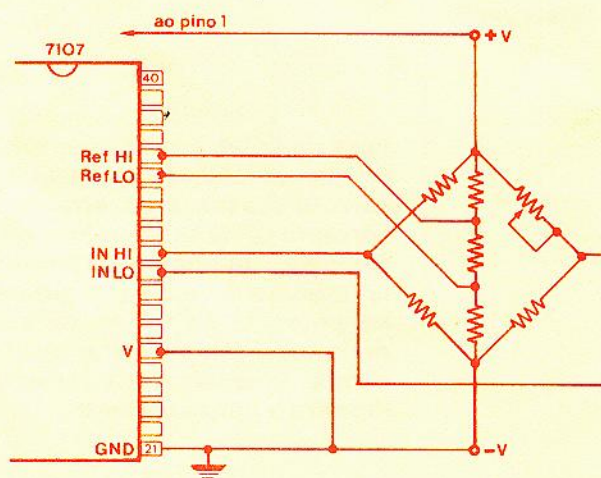

FIGURA 15
**10.a) — Medição com transdutores em ponte:** Figura 15. Os valores dos resistores, no interior da ponte, são determinados pela sensibilidade desejada.